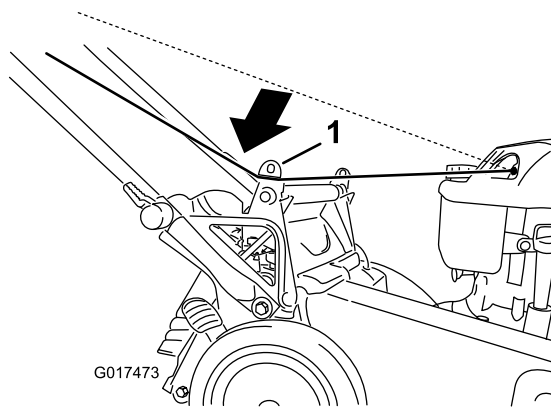

Figura 24
1. Pase la cuerda del arrancador alrededor de la guía de cuerda inferior (Figura 24).